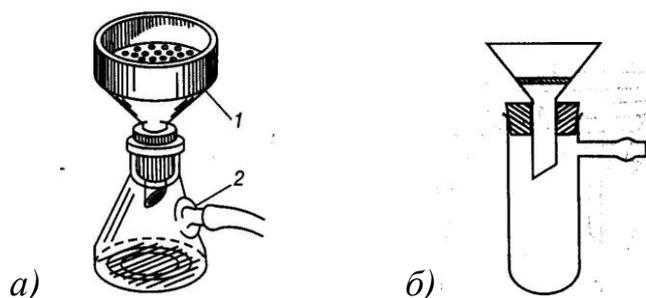

Рис. 3. Фильтрация а) в вакууме: 1) колба Бунзена, 2) воронка Бюхнера; б) малых количеств веществ
Для ускорения и более полного отделения осадка от фильтрата прибегают к *фильтрованию в вакууме*. В плоскодонную толстостенную колбу Бунзена с помощью резиновой пробки вставляют фарфоровую воронку Бюхнера (рис. 3), имеющую плоскую дырчатую перегородку, на которую кладут бумажный
9. Полученные кристаллы отфильтровывают с помощью воронки Бюхнера и колбы Бунзена (рис.3).